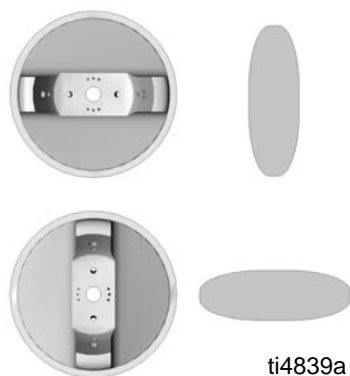

FIG. 2
1. Roter luftlocket för att uppnå önskat spraymönster. Se FIG. 2